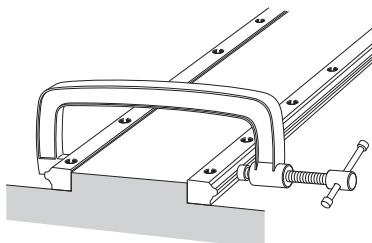

图22
(2) 使用老虎钳将2个LM轨道与基座的安装面压紧,使它们与基准面密切接触,然后按建议的力矩(参照B1-101)将安装螺栓拧紧。(图22)